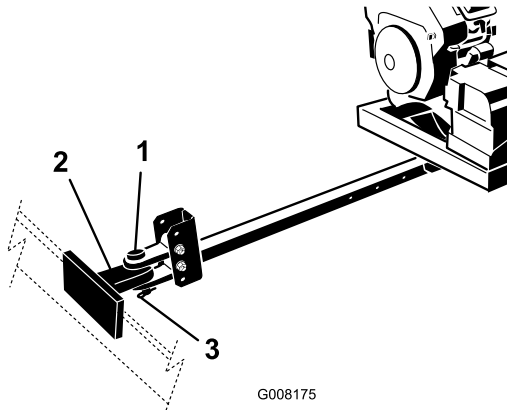

Figure 8
4. Accouplez le dispositif d'attelage du souffleur au dispositif de remorquage du véhicule tracteur à l'aide de la goupille et de la chape d'attelage (Figure 8).